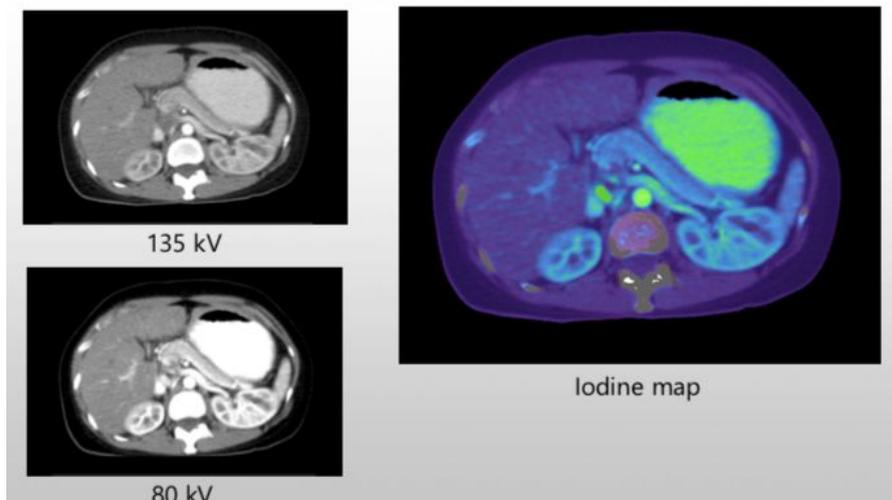

Figure 40. Image tirée du cours de Gaspoz, F., (2019)
Cette illustration (Cf. Figure 40) montre qu'il est déjà possible de rehausser le signal de l'iode en choisissant les reconstructions à basses énergies (80kV) du spectral. Cependant, l'iode peut se confondre avec des structures d'unités Hounsfields (UH) semblables, tel que l'os. C'est ici que la double énergie se différencie du scanner traditionnel en proposant une